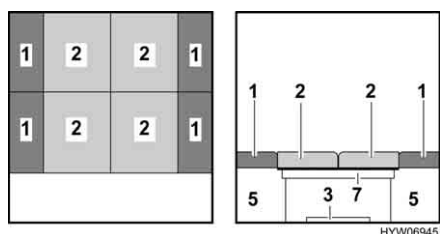

Fig. 57 Dopo la trasformazione
- Piazzare i cuscini dello schienale (Fig. 57,1) tra i cuscini del divano (Fig. 57,2) e la parete esterna.